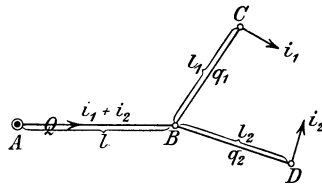

Abb. 229.
Von Interesse ist hier nur der Fall, daß 2 Speiseleitungen bis zu einem gewissen Punkte B (Abb. 229) gemeinsam verlaufen und sich dort trennen in die Leitungen BC und BD . In den Speisepunkten C und D werden die Ströme i_1 und i_2 gebraucht. Der gesamte Spannungsverlust von A bis C resp. von A bis D sei δ Volt.
Die Querschnitte der Leitungsstücke AB , BC , BD (Abb. 229) lassen sich leicht nach Formel (II) berechnen, wenn man den Spannungsverlust von A bis B willkürlich δ_1 setzt ($\delta_1 < \delta$), dann ist der Spannungsverlust von B bis C resp. von B bis D $\delta - \delta_1$ und die Querschnitte werden nach (II)